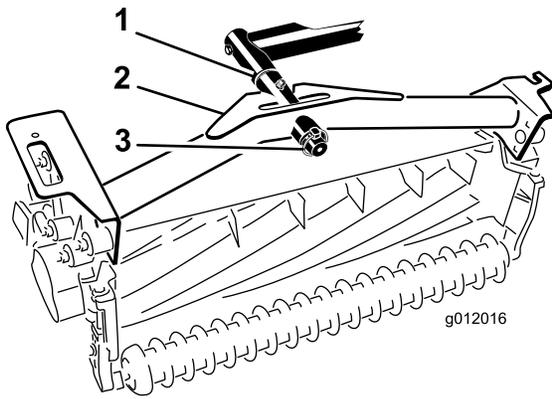

図 20
2. ピボットロッドに、カッティングユニットのキャリアフレームを取り付け、リンチピンで固定する 図 20。